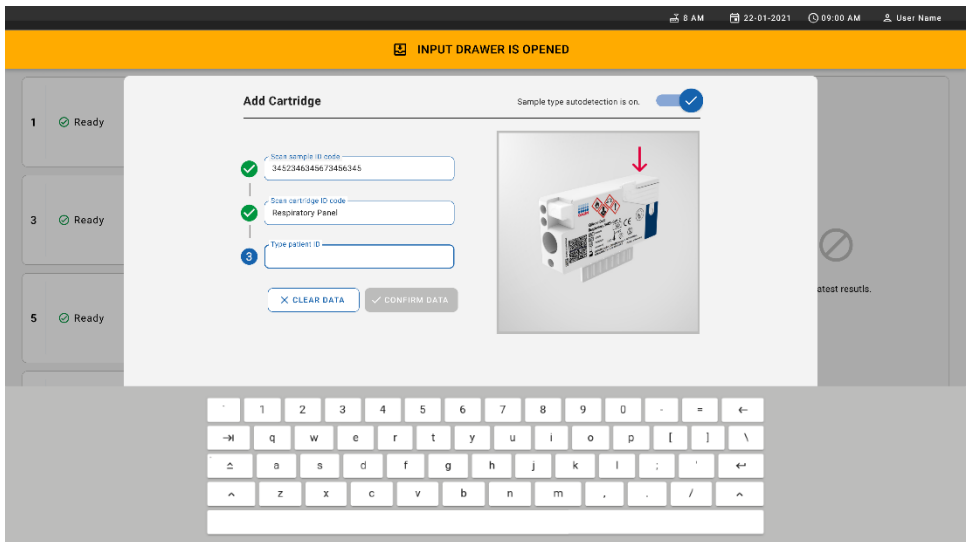

Figura 24. Schermata di scansione ID cartuccia QIAstat-Dx Respiratory SARS-CoV-2 Panel.
8. Dopo aver inserito il codice a barre dell'ID del campione, scansionate il codice a-barre della cartuccia QIAstat-Dx Respiratory SARS-CoV-2 Panel da utilizzare (posizione indicata dalla freccia). Il QIAstat-Dx Rise riconosce automaticamente l'esame da eseguire, in base al codice a barre della cartuccia QIAstat-Dx Respiratory SARS-CoV-2 Panel (Figura 24).